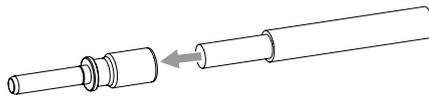

Abb. 3:
1. Die abisolierte Kabellitze in den Anschlussbereich des Kontakts einschieben (**Abb. 3**).